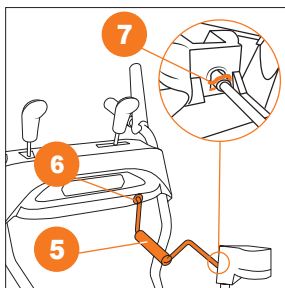

Рис. 14
- Вставьте один конец рукоятки поворота желоба **5** в отверстие **6** на панели оператора (Рис. 14).